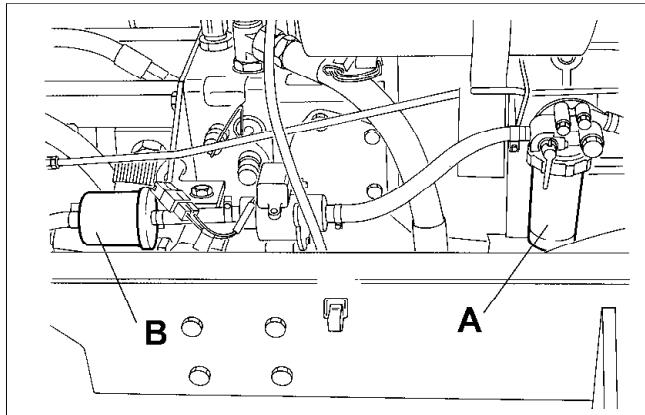

Fig.38
- Überwurfmutter lösen, Filtereinsatz (A Bild 38) entfernen und entsorgen.
- Schlauchschellen an beiden Seiten des Filters (B Bild 38) lösen und Kraftstoffleitungen abziehen.
- (a) Svitare la ghiera di bloccaggio, togliere e gettare l'elemento del filtro (A Fig. 38).
- (a) Rilasciare le piattine di bloccaggio sui fianchi del filtro in linea (B Fig. 38) e togliere i tubi del carburante.